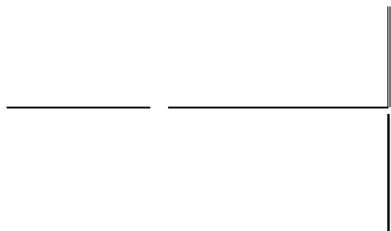

Fig. 10 Démonstration de l'absorption de la lumière au moyen d'écrans colorés (F = écran coloré, M = écran en verre mat)
- Montez l'appareillage expérimental, conformément à la Fig. 10.